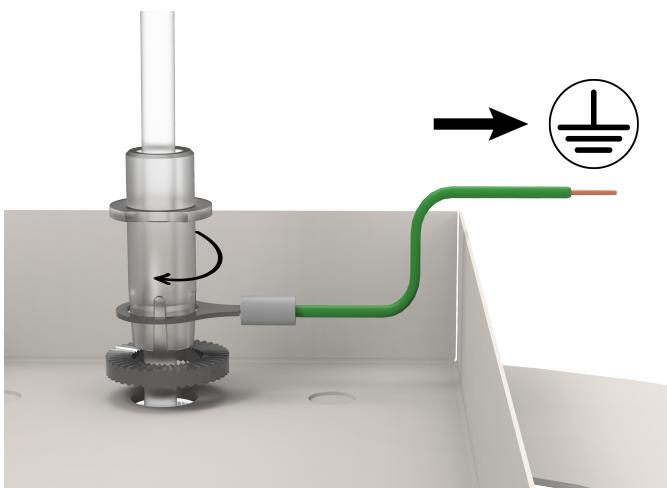

Рис.1
5. Подвести выведенный провод от светильника к источнику питания и поключить белый провод в клемму "+", серый провод в клемму "-". Провод заземления от декоративной чаши необходимо установить между констргайкой и зажимом декоративного провода, а затем подключить в клемму заземления (Рис. 1);